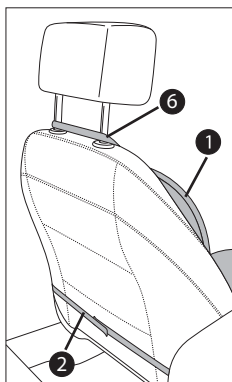

Fig. 2
- ▶ Il ne faut pas toujours utiliser toutes les sangles de fixation ⑥/②. Testez les diverses manières de fixer au mieux le couvre-siège sur votre siège. Servez-vous des figures suivantes à cette fin.
- ▶ En cas de dossier extrêmement élevé ou large, veuillez fixer le couvre-siège comme indiqué à la Fig. 2.
- ▶ Si votre véhicule dispose d'un airbag latéral, veuillez au moment de fixer le couvre-siège ① que les sangles de fixation ⑥ soient insérées sur les étriers du repose-tête et pas sur la partie supérieure du siège auto (cf. Fig. 2). Sans quoi, il y a un risque de perturber le bon fonctionnement de l'airbag latéral.